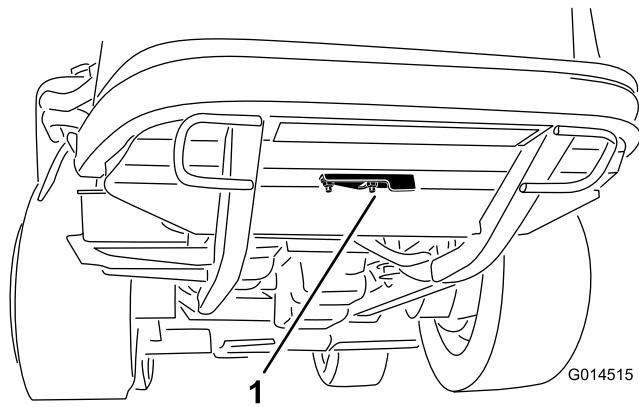

図 54
- クリーン・アウト・カバーを後フレームの下側に固定しているフランジナットをゆるめる（図 54）。カバーをめくると、フレームのクリーン・アウト・ホール（清掃穴）が露出する。